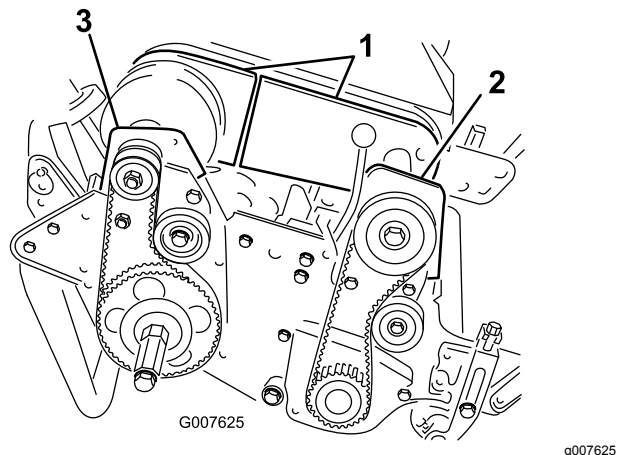

Рисунок 48
4. Снимите болты крепления передней и задней частей крышки дифференциала к корпусу дифференциала и отодвиньте части крышки, чтобы открыть доступ к ремню (Рисунок 48).
6. Удалите 2 болта и 2 контргайки, которые крепят передний корпус муфты к боковой пластине (Рисунок 48).
8. Удалите 2 болта и 2 контргайки, которые крепят корпус правого заднего подшипника к боковой пластине (Рисунок 48).